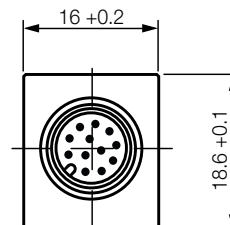
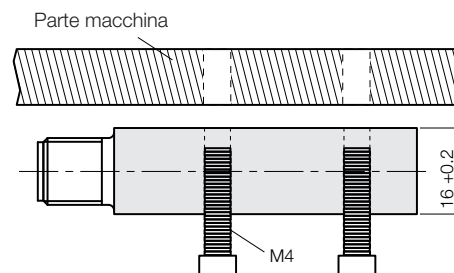
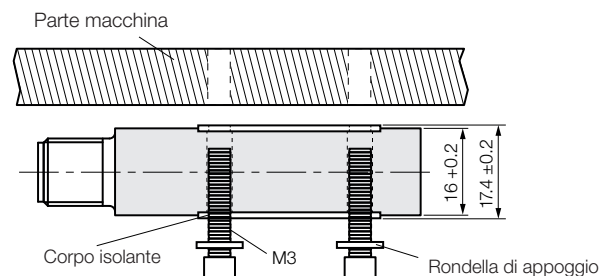

Fig. 3-1: BML SGA-..., struttura
Fig. 4-4: Montaggio della testa sensore (senza corpo isolante)
Fig. 4-5: Montaggio della testa sensore con corpo isolante
3. Tenendo in considerazione le distanze e le tolleranze (vedere capitolo 4.3.3 a pagina 11 e capitolo 4.3.4 a pagina 12) fissare la testa sensore con il lato destro o sinistro sulla parte macchina (vedere Fig. 3-1 a pagina 7 e Fig. 4-4 oppure Fig. 4-5).